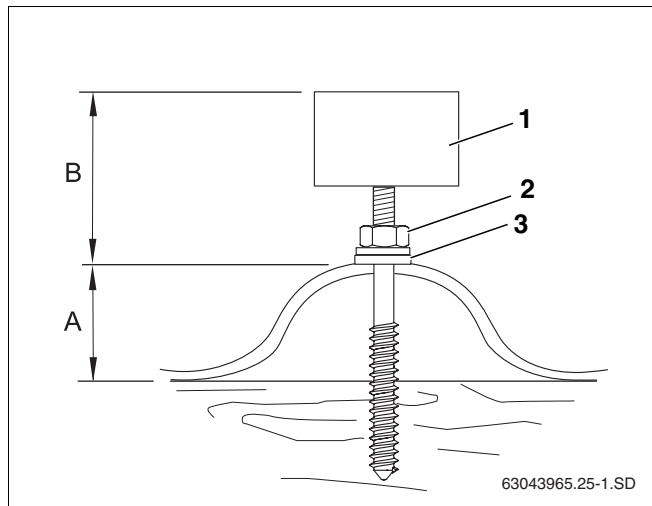

Рис. 24 Шпилька, установленная на крыше с покрытием волнистыми листами
Размер В (таб. 7 и рис. 24) должен быть одинаковым для всех шпилек.
- Закрутить гайку (рис. 24, **поз. 2**) до полного прилегания к крыше уплотняющей шайбы (рис. 24, **поз. 3**).